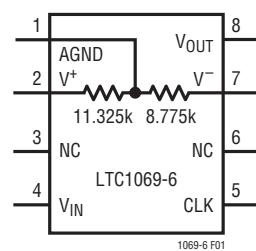

図1. アナログ・グランド(ピン1)の内部バイアス
**AGND(ピン1):** アナログ・グランド。アナログ信号グランドの品質はフィルタ性能に影響を与える可能性があります。単一電源と両電源動作のどちらも、アナログ・グランド・プレーンでパッケージの周囲を囲んでください。アナログ・グランド・プレーンは、どんなデジタル・グランドに対しても一点接続でなければなりません。単一電源動作では、ピン1を0.47 $\mu$ F以上のコンデンサでアナログ・グランド・プレーンにバイパスする必要があります。内部抵抗分割器はピン1をデバイス(図1)の全電源電圧の0.4366倍の電圧にバイアスします。つまり、単一5V電源ではピン1の電位は2.183V $\pm$ 1%です。LTC1069-6は単一電源動作に最適化されているので、ピン1の内部バイアスによつ
**CLK (ピン5)**: クロック入力ピン。デバイスのクロック・ソースとしては、出力が方形波でデューティ・サイクルが50% ( $\pm 10\%$ ) のTTLまたはCMOSクロック・ソースが適当です。クロック・ソースの電源は、必ずしもフィルタの電源と同じにする必要はありません。フィルタのアナログ・グランドは、必ずクロックのグランドに一点接続してください。表1に、両電源や単一電源動作でのクロック“L”および“H”レベルのスレッショルド値を示します。“H”レベルのオン時間が0.42μs以上 ( $V_S = \pm 5V$ ) であれば、パルス・ジェネレータをクロック・ソースとして使用できます。クロックの立上りおよび立下り時間が長すぎると、内部にクロック・ジッタが発生するため、クロック周波数が100kHz以下の正弦波は推奨できません。最大クロックの立上りまたは立下り時間は1μsです。クロック信号は入力や出力アナログ信号経路への結合を防止するために、ICパッケージの右側から供給されるように配線する必要があります。クロック・ソースとクロック入力 (ピン5) の間に1kの抵抗を接続すると、クロックの立上りおよび立下り時間が長くなり、静電結合がさらに低減されます (図1)。